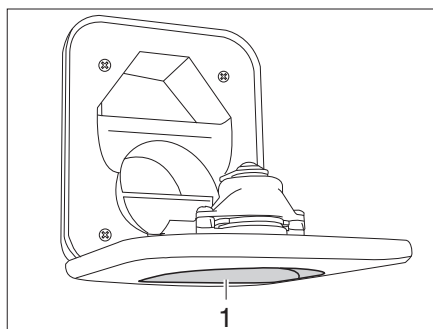

Fig. 156 Tubo de llenado de agua potable para el inodoro
- Abrir el tubo de llenado de agua potable para el inodoro (Fig. 156,1) encima de la trampilla para el cassette Thetford y girarlo hacia abajo.